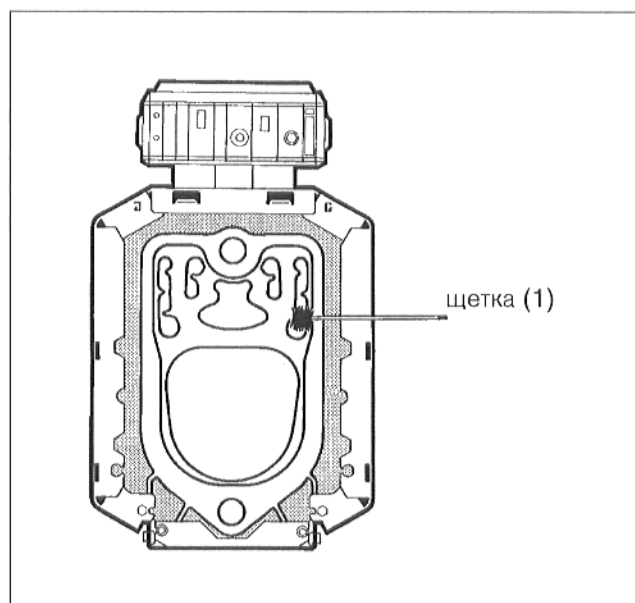

Рис. 39
- Прочистить щеткой (1) боковые газоходы (рис. 39). Очистка производится горизонтальными круговыми движениями щетки.